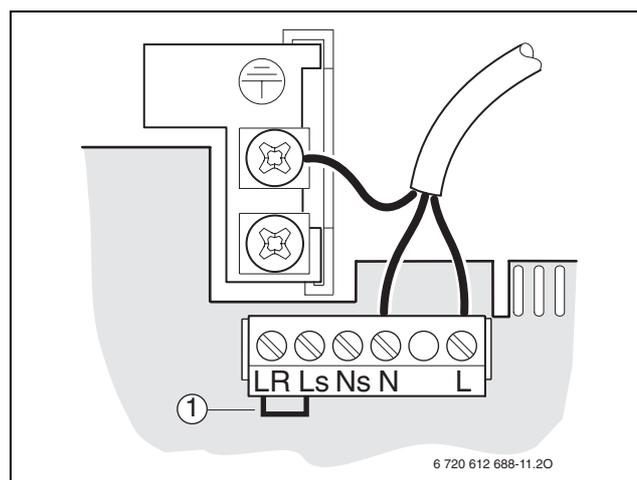

Fig. 19
I termostati o cronotermostati di tipo ON-OFF devono essere collegati ai morsetti LR/LS, → fig. 19. In questi casi, è necessario eliminare il ponticello (pos. 1) di serie.